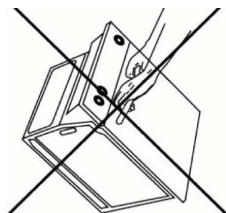

Рисунок 15
- Нельзя переносить/перемещать духовку, держась за дверцу или ручку дверцы (**См. Рисунок 15**).